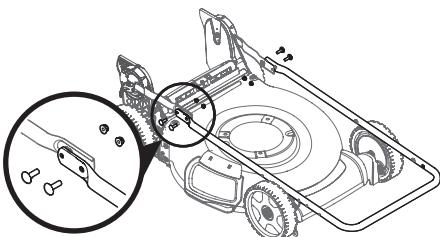

Figura 12
4. Usando los cuatro pernos de carro y las tuercas que se extrajeron en el PASO 1, asegure la manija superior a la manija inferior. Ajuste los herrajes firmemente para asegurar la manija en su lugar (Figura 12).